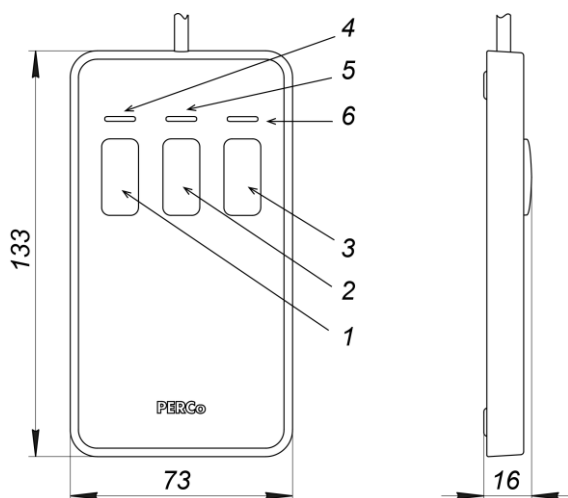
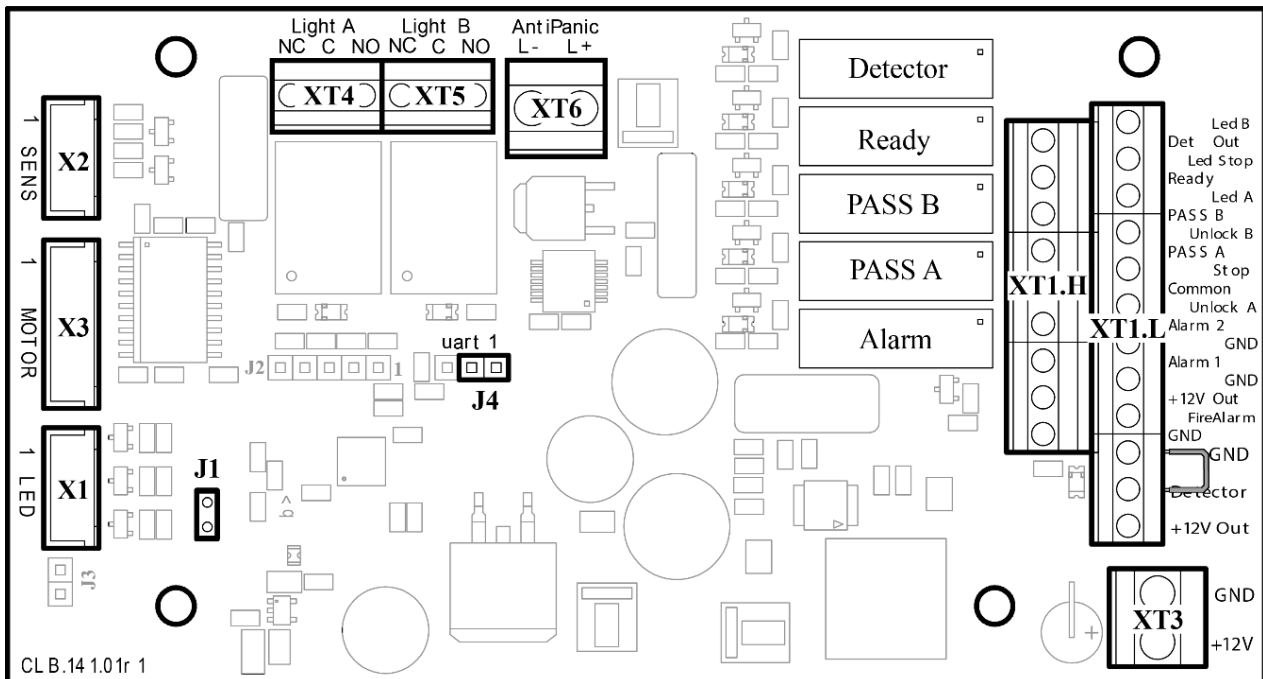

Рисунок 4. Общий вид и габаритные размеры ПДУ
Рисунок 5. Внешний вид платы управления
ПДУ (11) выполнен в виде небольшого настольного прибора в корпусе из ударопрочного АБС-пластика и предназначен для задания и индикации режимов работы при ручном управлении турникета. ПДУ подключается к плате управления гибким многожильным кабелем (12) через клеммную колодку **XT1.L** (см. рис. 5). Общий вид ПДУ показан на рис. 4.
Внутри стойки расположен кронштейн с установленной платой управления (см. рис. 5) и клеммами для подключения внешних устройств. К плате подключаются ПДУ, выходы СКУД, устройство РУ (при его использовании), устройство аварийного открытия прохода *Fire Alarm* (далее – *устройство Fire Alarm*). На клеммы подключения внешних устройств выведены линии подключения источника питания, линии управления механизмом картоприемника, линии сигналов считывателей. Подключение внешних устройств производится в соответствии со схемой электрических соединений турникета (см. рис. 14).
На плате управления (см. рис. 5) расположены:
Выбор режима управления осуществляется снятием / установкой перемычки на разъем **J1** платы управления. Расположение разъема **J1** показано на рис. 5. При поставке перемычка установлена, что соответствует импульсному режиму управления турникетом. Для перехода